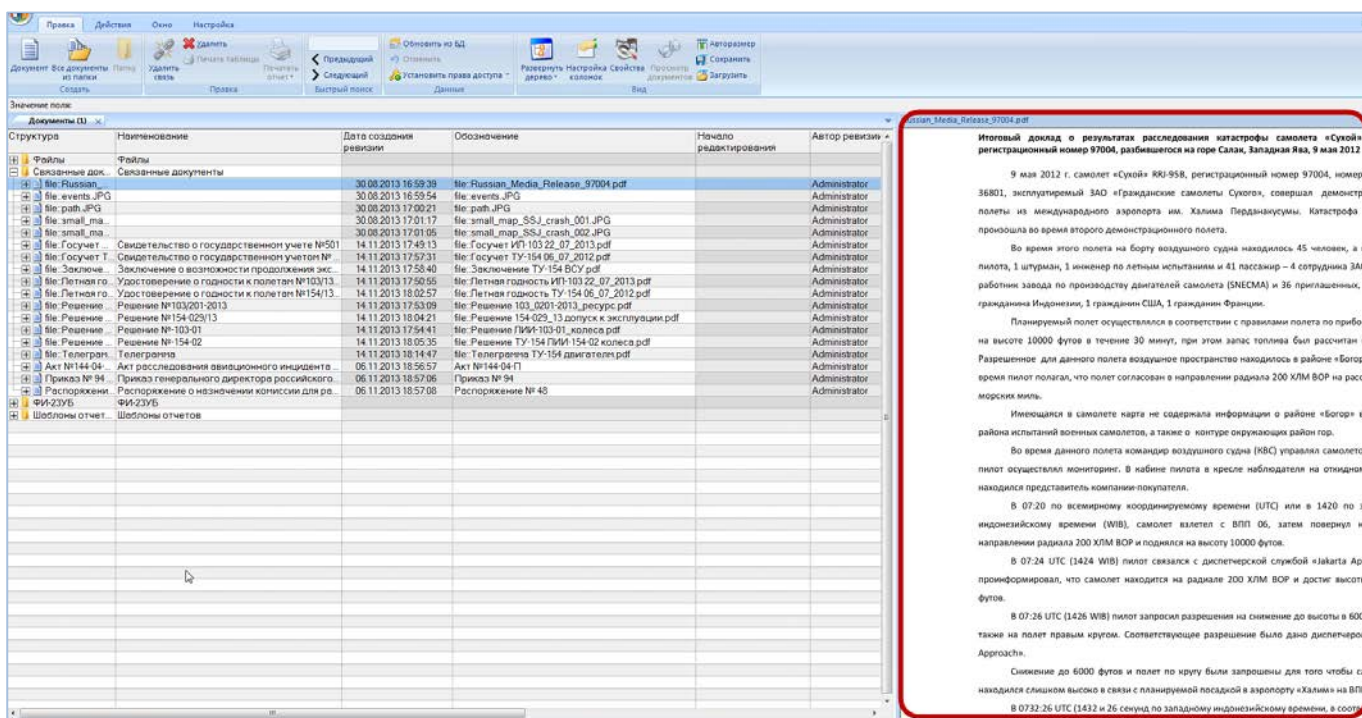

Рис. 8-17 – Рабочее окно «Документы»
- 4) В рабочем окне «Документы» открывается окно просмотра выбранного документа (рис. 8-17).